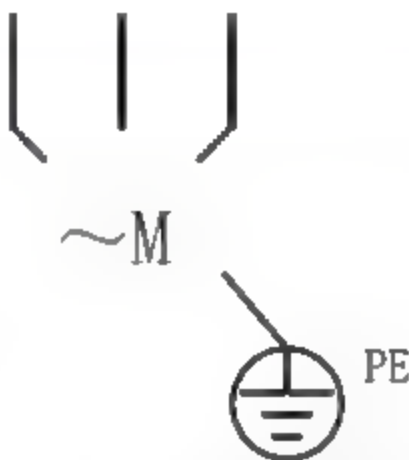

图3-54 打开素材
**01** 单击快速访问工具栏中的【打开】按钮，打开本书配备资源中的“素材\第3章\3-4 绘制三相电机.dwg”文件，如图3-54所示。